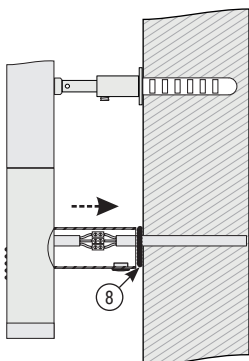

Рис.6
- 4.2.7. Заправить провода в модуль скрытого подключения (рис. 6).
- 4.2.8. Для повышения степени защиты произвести герметизацию шва силиконовым герметиком по контуру примыкания модуля скрытого подключения и стены (рис. 6 «8»).